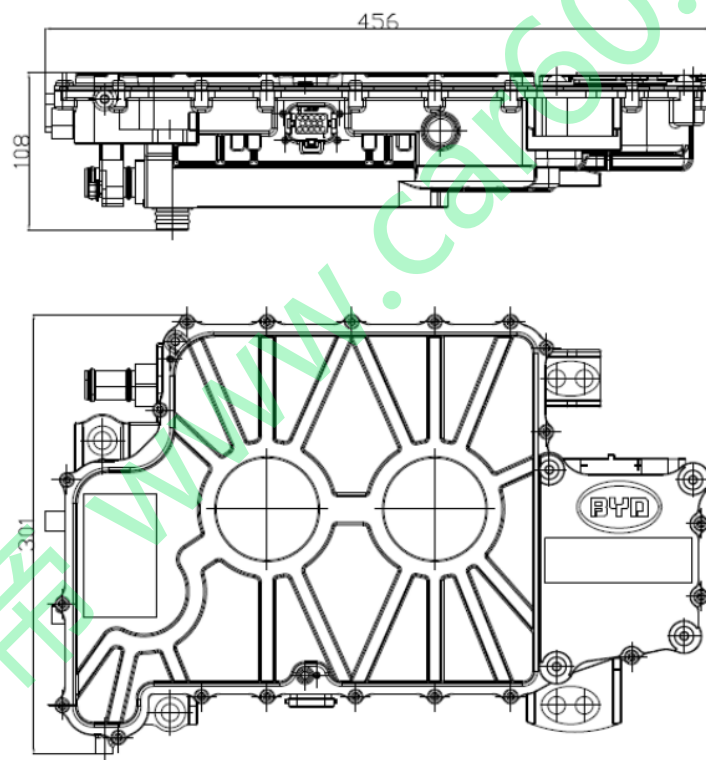

图 9
4. 驱动电机控制器总成外观尺寸大小 $A \times B \times C = 456\text{mm} \times 301\text{mm} \times 108\text{mm}$ (见下图 9) :